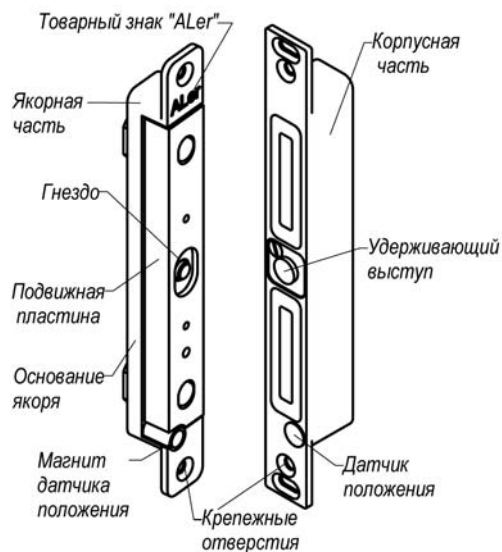
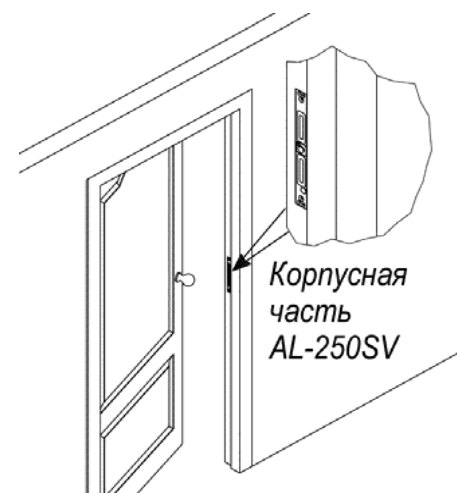
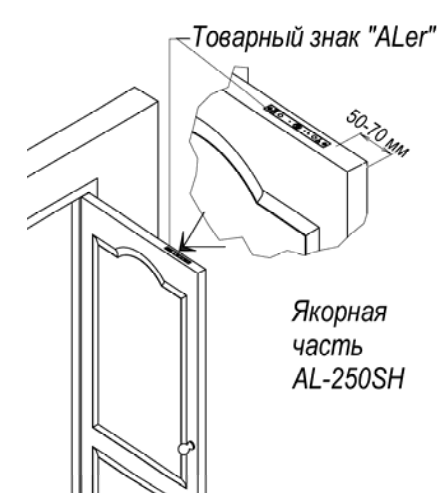

Рис.1
Рис.2
Рис.3
4.1 ЗАМОК состоит из корпусной и якорной частей. Корпусная часть монтируется в дверной коробке, якорная часть - в двери. При закрытии двери подвижная пластина якорной части (рисунок 1) притягивается к рабочей поверхности корпусной части, при этом удерживающий выступ на корпусе входит в соответствующее гнездо пластины якоря и блокирует дверь. Величина удерживающего усилия замка определяется конструктивными размерами удерживающего выступа. При снятии напряжения питания ЗАМОК разблокируется, что приводит к отпираанию двери.
4.2 Датчик Холла, расположенный на фланце корпуса (датчик положения), и магнит датчика положения, расположенный в якорной части (рисунок 1), используются для управления внутренней электронной схемой замка и определяют режимы «ПОДБРОС» и «УДЕРЖАНИЕ». При закрывании двери по сигналу датчика положения выполняется включение обмоток замка большим током намагничивания. Тем самым реализуется режим активного притягивания («подброс» якоря). Режим «ПОДБРОС» длится 4 – 5 секунд, после чего происходит переключение в режим «УДЕРЖАНИЕ» в заблокированном положении с пониженным током потребления.
5.1 Корпусная часть замка AL-250S при скрытой установке монтируется в дверную коробку, якорная часть - в дверное полотно. Замок вертикального исполнения AL-250SV монтируется в среднюю часть дверной коробки (рисунок 2), замок горизонтального варианта AL-250SH устанавливается в верхней части двери (рисунок 3). Габаритные размеры якорной и корпусной частей замка приведены на рисунках 4 и 5.
Якорная часть вертикального варианта должна быть сориентирована в гнезде по установочной метке в виде товарного знака «ALer» направлением вверх (рисунок 1), для горизонтального варианта знак «ALer» на якорной части должен находиться ближе к оси поворота двери (рисунок 3).
5.3 Для монтажа корпусной части в дверной коробке подготавливается аналогичное гнездо напротив гнезда в двери. Корпусная часть замка ориентируется относительно якорной части по датчику положения на фланце замка. Датчик положения на корпусе должен находиться напротив магнита на якорной части (рисунок 1). Рекомендуется гнездо делать на 2-5мм шире корпуса, чтобы компенсировать погрешности монтажа в поперечном направлении за счет перемещения корпусной части в пределах гнезда.